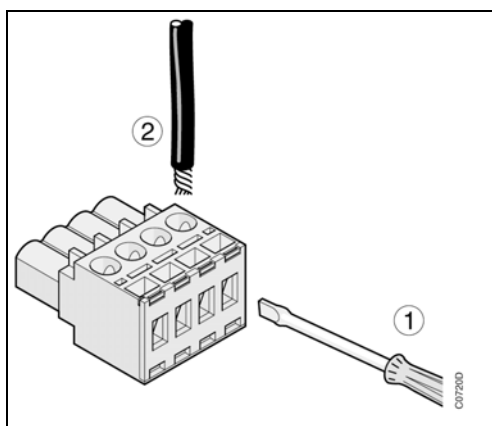

Figura 0-21: Conectores tipo “cage-clamp”
- presionar con un destornillador (ver Figura 0-21)